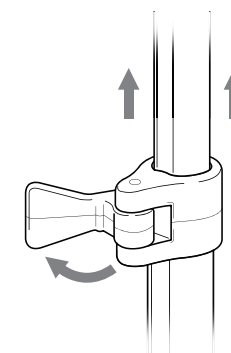

FIGURE 4
1. Ouvrez le verrou d'extension situé directement sous la PARTIE 1 en tirant le volet vers l'extérieur comme illustré. La PARTIE 1 peut alors être allongée ou raccourcie (FIGURE 4).